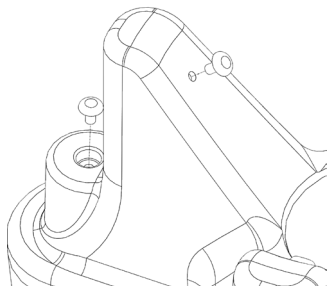

Рис. 6 – Места установки подпятников
3. Вставьте подпятники в отверстия на подставке (Рис. 6);